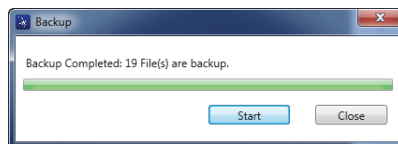

Figure 7-27 Boîte de dialogue Backup (sauvegarde terminé)
5. Lorsque le processus de sauvegarde est terminé, cliquez sur **Close** (Fermer) [voir la Figure 7-27 à la page 222].